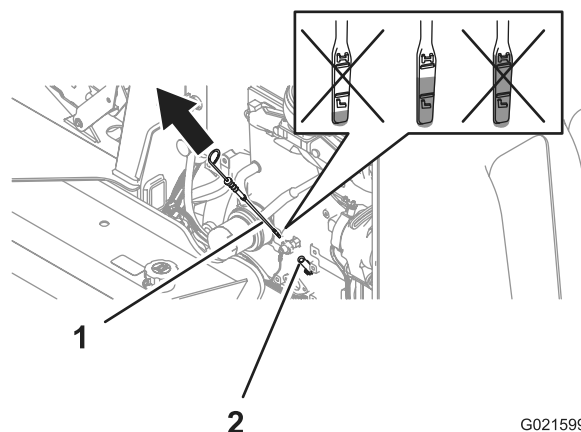

Figure 43
4. Retirez la jauge et essuyez-la sur un chiffon propre (Figure 43).
5. Insérez la jauge d'huile dans son tube, ressortez-la et notez le niveau d'huile indiqué (Figure 43).